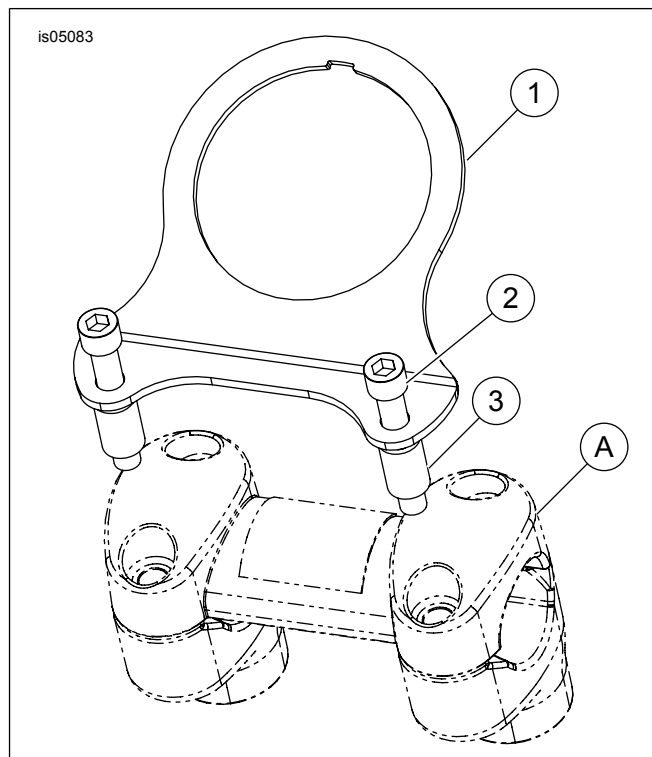

Figure 1. Pièces détachées : kit de support de mini compte-tours
Voir Figure 1 et Tableau 2.
1. Voir Figure 1. Retirer deux vis de bride de guidon.